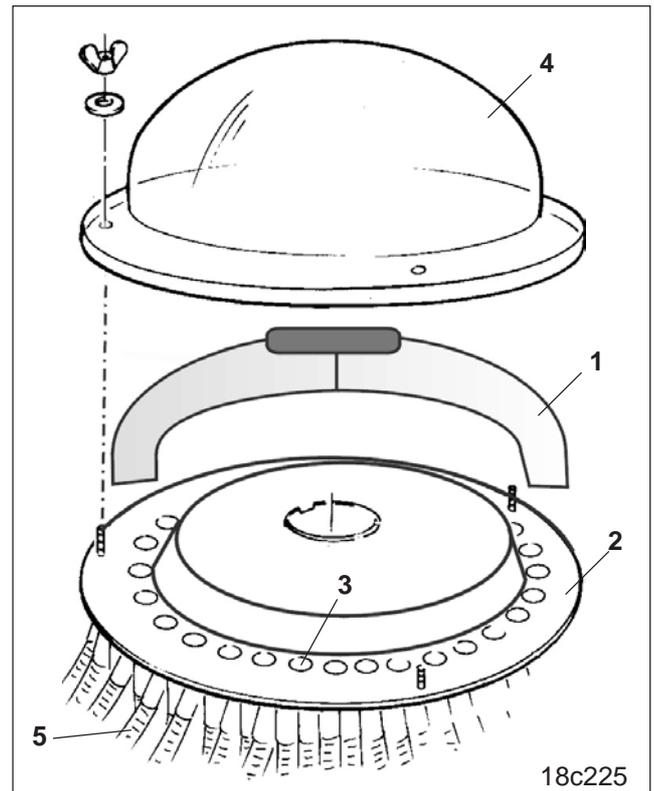
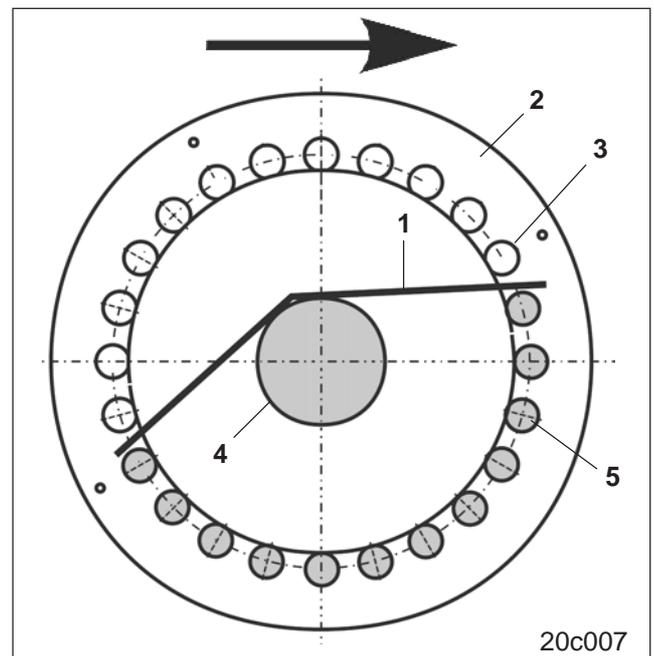

Fig. 26.10
Fig. 26.11
Mit dem Einsatz (Fig. 26.10/1) zum halbseitigen Verschließen der Ausläufe im Verteilerkopf wird der Saatgutstrom auf die Hälfte aller Ausläufe (Fig. 26.10/3) und damit auf die Hälfte aller Schare verteilt. Wahlweise kann so die Saatgutzufuhr zu den Scharen auf der rechten oder der linken Maschinenhälfte unterbrochen werden und mit der anderen Maschinenhälfte gesät werden.
- Verteilerhaube (Fig. 26.10/4) demontieren
- den Einsatz (Fig. 26.10/1 bzw. Fig. 26.11/1) so auf die Verteilerplatte (Fig. 26.10/2 bzw. Fig. 26.11/2) aufsetzen, dass die gewünschten Ausläufe vom Einsatz verschlossen werden.
- In der Draufsicht (siehe Fig. 26.11) befinden sich
- die geschlossenen, nicht schraffierten Ausläufe (Fig. 26.11/3) auf der dem Wellrohr (Fig. 26.11/4) abgewandten Seite
- die offenen, schraffiert dargestellten Ausläufe (Fig. 26.11/5) auf der dem Wellrohr (Fig. 26.11/4) zugewandten Seite.
- Kontrollieren Sie in jedem Fall am Verlauf der Saatleitungsschläuche (Fig. 26.10/5), ob der Einsatz den Saatgutstrom zu den gewünschten Scharen verschließt.
- Markieren Sie den Sitz des Einsatzes mit einem geeigneten Stift auf der Verteilerplatte (Fig. 26.11/2), damit Sie bei nachfolgenden Einsätzen die Position des Einsatzes auf der Verteilerplatte schnell wiederfinden.
- Befestigen Sie die Verteilerhaube (Fig. 26.10/4) am Verteilerkopf. Beim Befestigen der Verteilerhaube wird der Einsatz (Fig. 26.10/1) festgeklemmt.